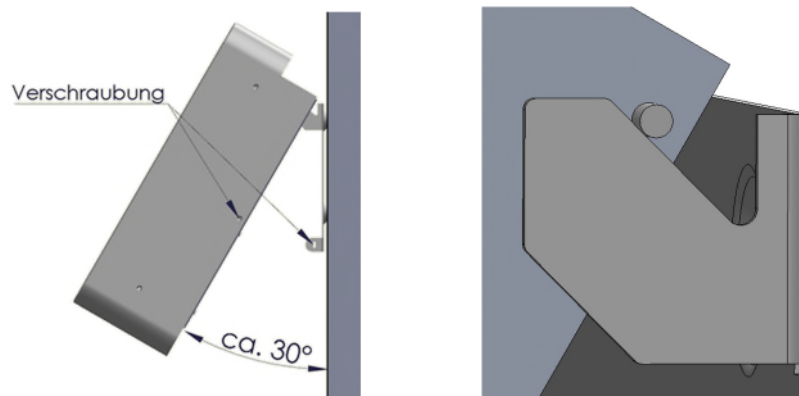

Abb. 9: Montage
- 4. Position der Bohrlöcher mit Hilfe der Aussparung in der Wandhalterung anzeichnen, oder gemäß Bemaßung in Abb. 9 anzeichnen.